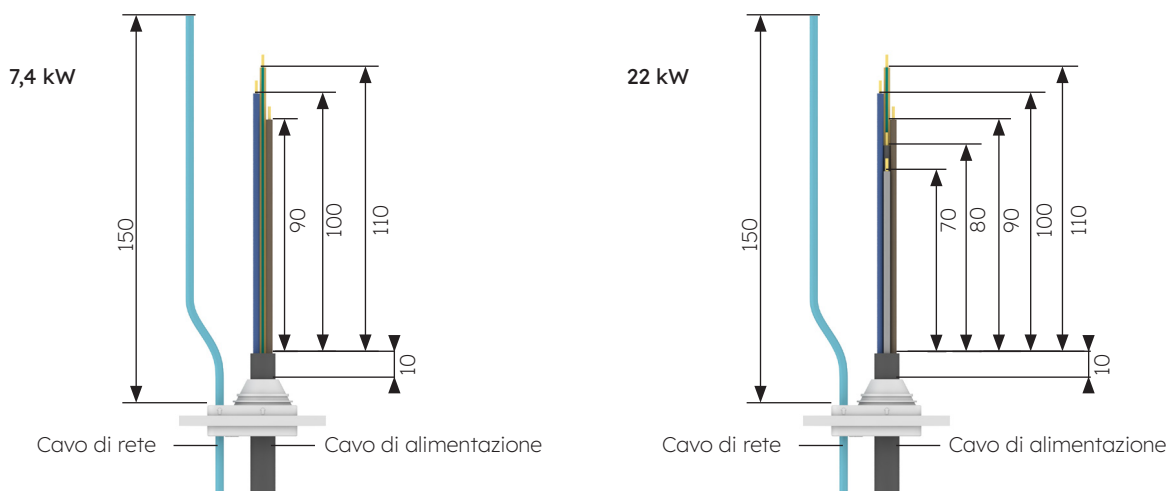

Figura 6 Lunghezza ingresso cavi (unità: mm)
- 4 Controlla la lunghezza dell'ingresso del cavo e la lunghezza della spellatura in base ai requisiti della Figura 6. Il cavo di alimentazione è un cavo flessibile che deve essere crimpato con un terminale ad anello. Come cavo di rete puoi utilizzare un cavo CAT5 o CAT6, che deve essere crimpato con il connettore del cavo di rete.